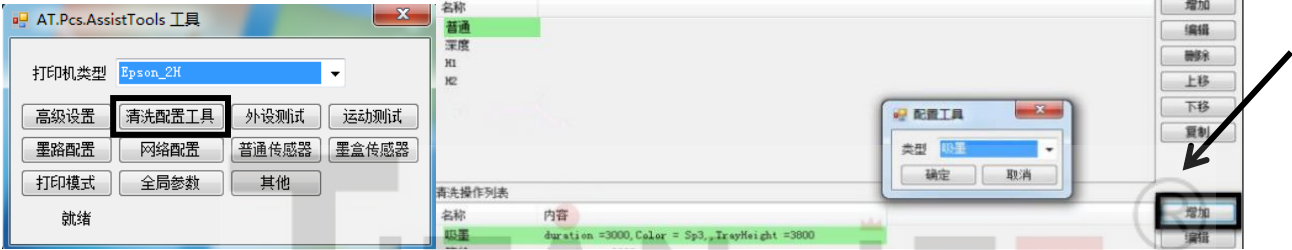

图 7.6 增加清洗操作选项
1、进入清洗操作配置界面，在配置工具界面中点击“普通”，分步修改清洗操作列表的内容，如果没有对应的名称，则点击右侧下面的“增加”按钮，选择要增加的名称确定。用上移、下移选择顺序。如图 7.6（清洗步骤：吸墨--等待--吸墨垫--Z 移动--X 移动--Z 回原点--X 回原点--闪喷--吸墨垫）